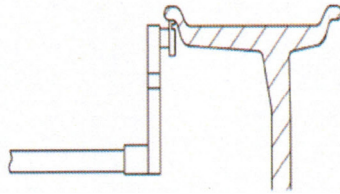

Fig. 7-2
Tournez la jauge, tirez la tête de la jauge vers le bord intérieur de la jante (voir figure 7-2).
3. Déplacez la jauge, placez la tête de la jauge sur le bord interne de la jante (voir figure 7-2). Pressez la touche ALU (voir figure 8-3) pour terminer l'auto-calibration. Retirez la jauge.